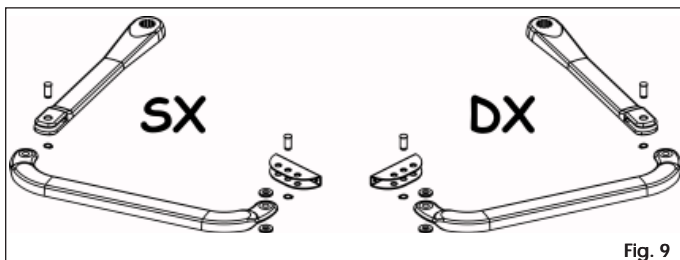

Fig. 9
- Assembler le bras articulé et le raccord AV. conformément à la Fig. 9.